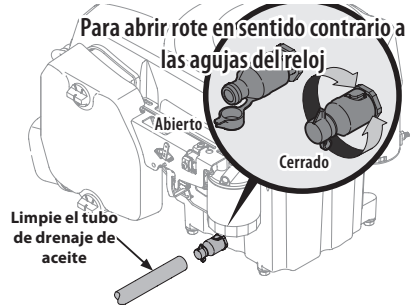

Figura 34
4. Abra la tapita protectora del extremo de la válvula de drenaje para visualizar el orificio de drenaje. Consulte la Figura 34.